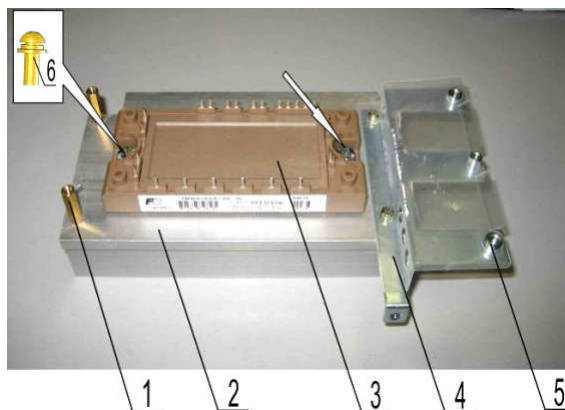

Рис. 7.3
7.1.4. Установить матрицу IGBT (3) над отверстиями радиатора (2) и слегка притереть (рис. 7.3).
7.1.5. Вкрутить два винта (6) в радиатор (2) (рис. 7.3) для предварительного крепления матрицы IGBT.